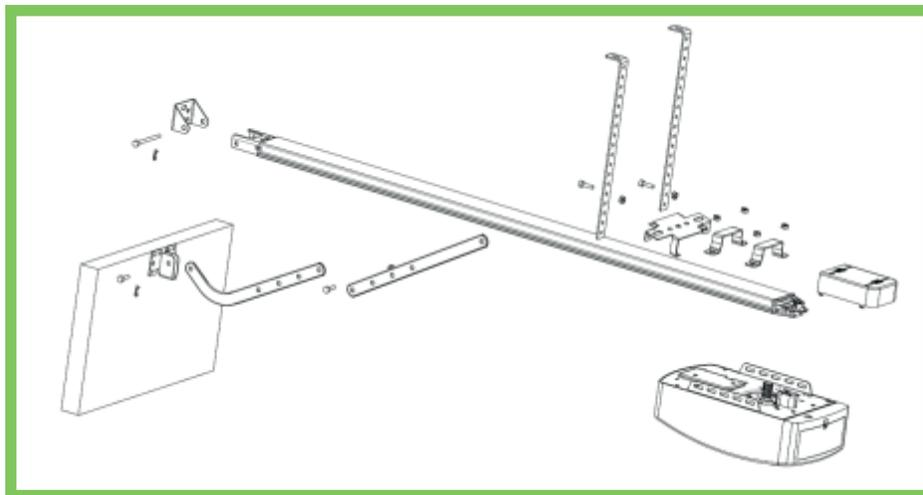
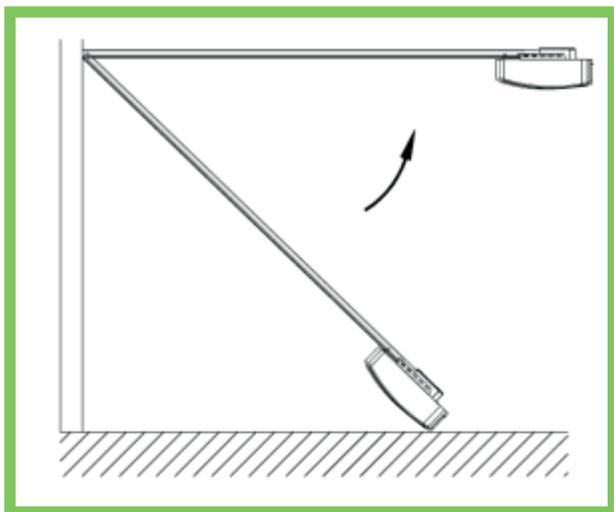

Fig:3
Fig:4
PASO 1 (Fig. 3)
PASO 2 (Fig. 3)
PASO 4 (Fig. 3, Fig. 4)
PASO 4 (Fig. 3, Fig. 5)